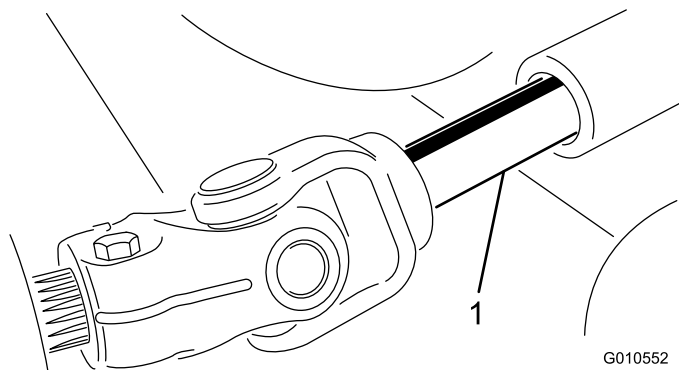

Figure 17
- Coupez le moteur et éloignez le plateau de coupe du groupe de déplacement et du bâti porteur, en séparant les sections mâle et femelle de l'arbre de PDF (Figure 17).